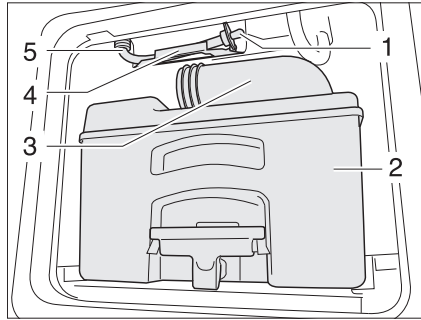

Fig. 249 Tubo de desagüe del depósito de agua del inodoro
- Vaciar el cassette (Fig. 249,2) en una estación de evacuación autorizada para ello y limpiarlo.
- Dejar el tubo de vaciado (Fig. 249,3) abierto.
- Sacar el tubo de desagüe (Fig. 249,5) de la sujeción (Fig. 249,4).
- Sacar el tapón de desagüe (Fig. 249,1) y dejar que salga el agua residual.